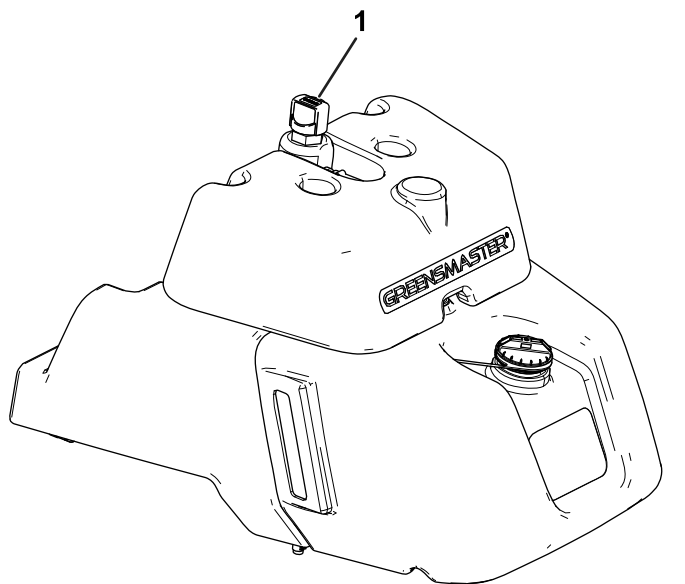

图36
- 如果油箱没有观察窗口请找到主液压油箱顶部的量油尺图36然后继续步骤3。